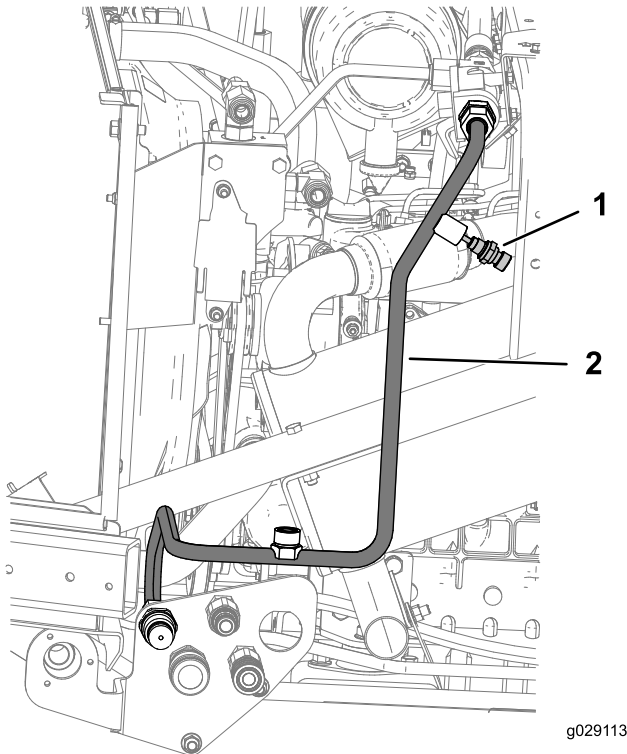

Figura 22
1. Instale el tubo hidráulico H desde el acoplamiento adaptador (5/8" x 3/4" macho) en el conjunto de la cabeza del filtro hasta el racor del tabique (3,84") en el conjunto del tabique como se muestra en Figura 22.
2. Instale el emisor de temperatura en el orificio superior del tubo hidráulico H como se muestra en Figura 22.